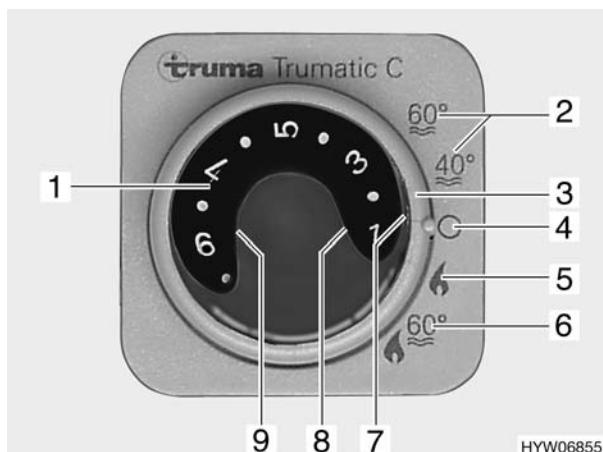
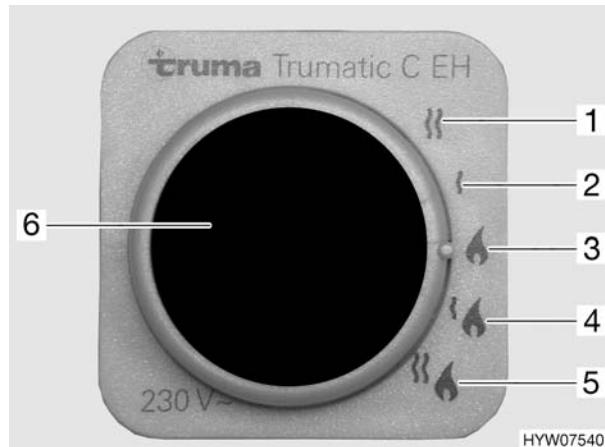

Fig. 144 Centralina di controllo per riscaldamento boiler
Fig. 145 Selettore di energia per riscaldamento/boiler
■ Impostare la modalità di funzionamento tramite l'interruttore girevole (Fig. 144,3):
- Funzionamento estivo "40 °C" o "60 °C" (Fig. 144,2)
- Funzionamento invernale "Riscaldamento senza boiler" (Fig. 144,5)
- Funzionamento invernale "Riscaldamento e boiler" (Fig. 144,6)
- Spento (Fig. 144,4)
A seconda della temperatura ambiente desiderata, il riscaldamento seleziona automaticamente il livello del bruciatore necessario. Al raggiungimento della temperatura ambiente desiderata, il bruciatore si spegne. Durante la modalità di funzionamento "Riscaldamento e boiler" (Fig. 144,6) è riscaldata anche l'acqua nel boiler. Nella modalità di funzionamento "Riscaldamento senza boiler" (Fig. 144,5) è possibile far funzionare il riscaldamento con il boiler vuoto.
- Impostare la manopola della temperatura (Fig. 144,1) sulla centralina di controllo scegliendo la temperatura desiderata.
- Posizionare l'interruttore girevole (Fig. 144,3) su funzionamento invernale "Riscaldamento senza boiler" o "Riscaldamento e boiler".
Si accende la luce spia verde (Fig. 144,7).
- Posizionare l'interruttore girevole (Fig. 144,3) su "Spento" (Fig. 144,4).
- ▷ Se il riscaldamento sulla centralina di controllo (Fig. 144) è impostato su funzionamento estivo (Fig. 144,2) e il selettore di energia su funzionamento misto (Fig. 145,4 o 5), il riscaldamento funziona perciò solamente con esercizio a 230 V. Il bruciatore per gas non viene inserito.
- Funzionamento a gas (Fig. 145,3)
- Funzionamento elettrico a 230 V con gradi di potenza da 900 W (Fig. 145,2) oppure 1800 W (Fig. 145,1)
- Funzionamento a gas e funzionamento elettrico a 230 V (funzionamento misto) con gradi di potenza da 900 W (Fig. 145,4) oppure 1800 W (Fig. 145,5)
La combinazione funzionamento a gas e funzionamento elettrico a 230 V diminuisce il tempo di riscaldamento (è possibile solo se il riscaldamento viene impostato sulla centralina di controllo (Fig. 144) su funzionamento invernale).
Se viene selezionato il funzionamento elettrico a 230 V, la luce spia gialla si accende (Fig. 145,6).